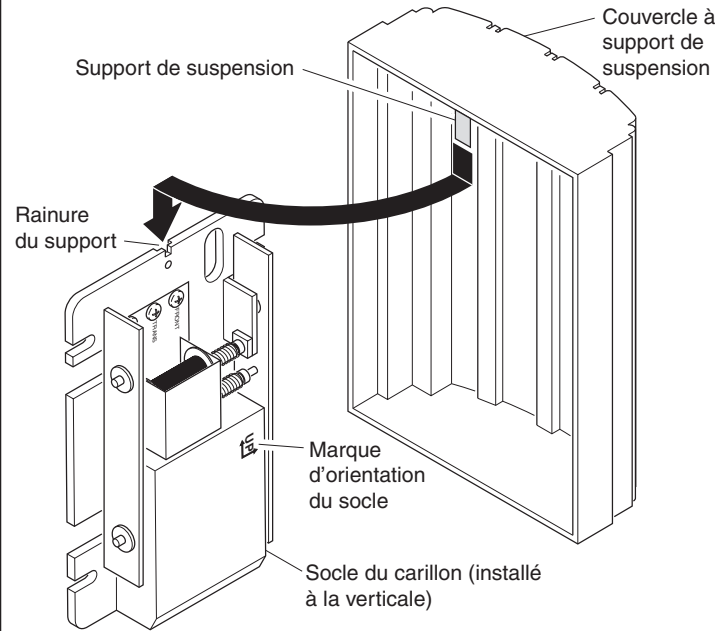

Figure 5 - Installation du couvercle à support de suspension
- **Pour couvercle avec support de suspension :** Déterminez si le couvercle sera suspendu à l'horizontale ou à la verticale sur le socle. Insérez le support dans la rainure appropriée du couvercle. Réglez le support (au besoin) de façon qu'il soit à égalité avec la surface arrière du couvercle. Faites glisser le support dans les rainures du socle pour suspendre le couvercle (voir la Figure 5).